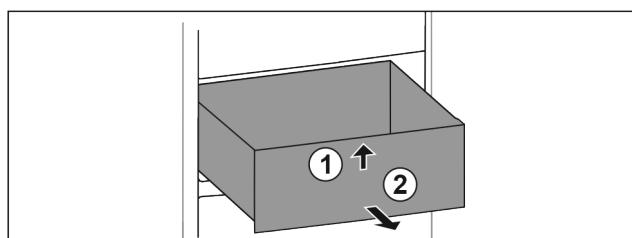

Fig. 120
- Приподнимите выдвижной ящик спереди. Fig. 120 (1)
- Извлеките выдвижной ящик движением вперед. Fig. 120 (2)